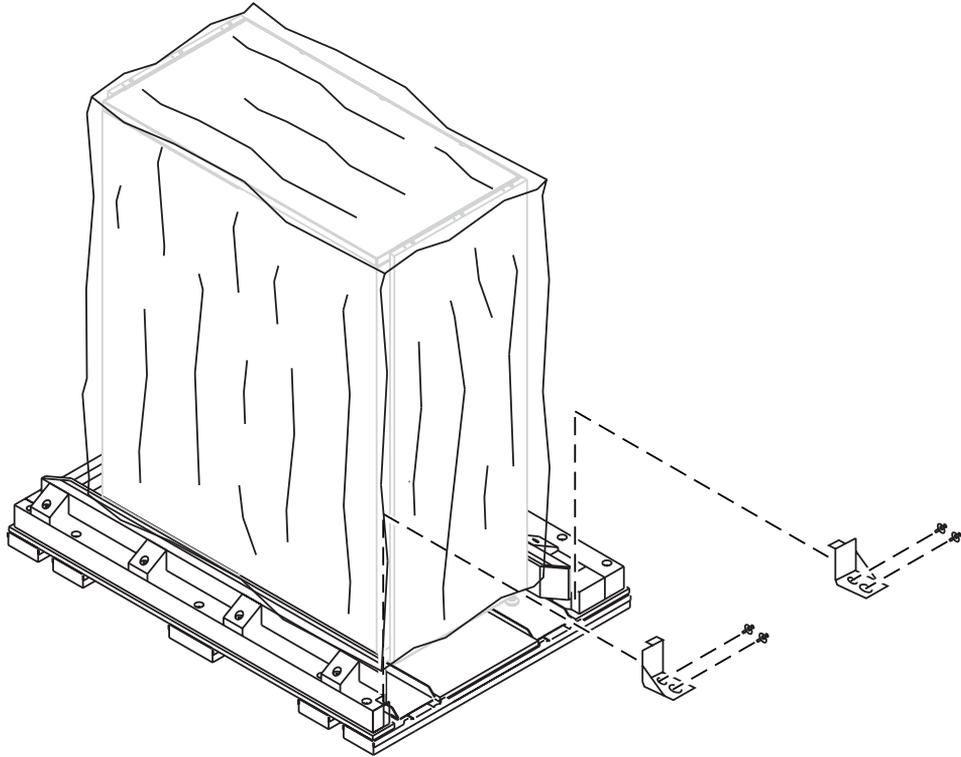

Figura 4-7: Quitar los toques
12. Quite los dos topes de debajo del lado izquierdo de la biblioteca (consulte la Figura 4-7).